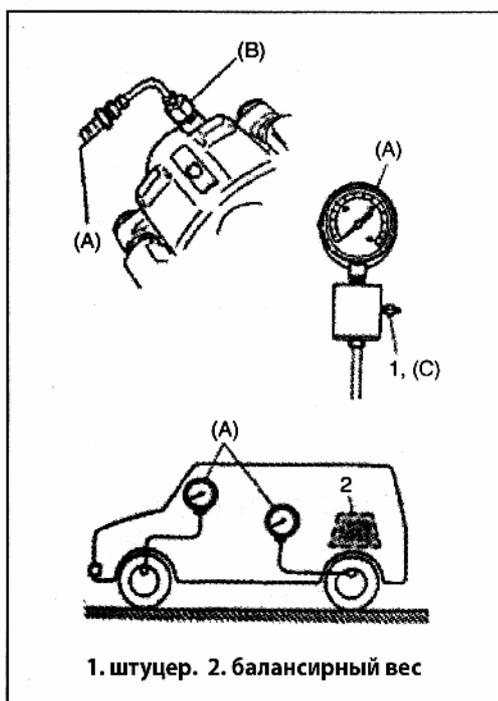

Рис. 709
- 2) Установите измерительные приборы на переднюю и заднюю ось (Рис. 709)